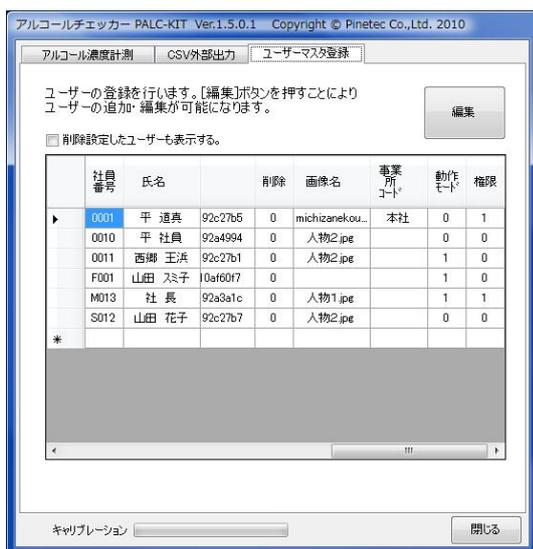

図 76 ユーザーマスタ登録
- ① 「ユーザーマスタ登録」タブを選択し、ユーザーマスタ登録画面を表示します。(図 76)